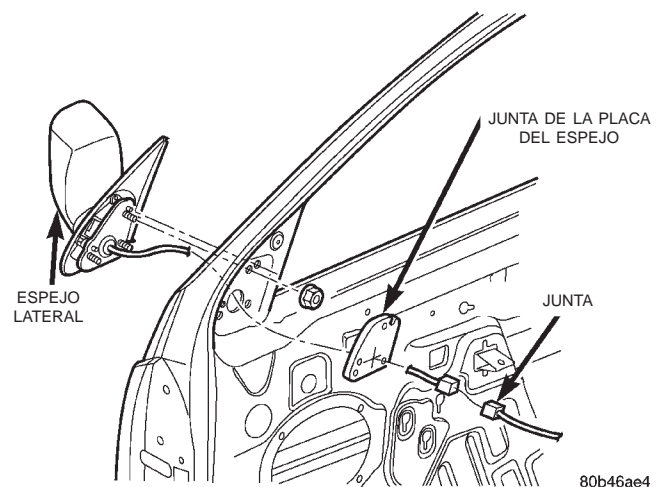

Fig. 2 Desmontaje e instalación del espejo eléctrico
(1) Desconecte y aisle el cable negativo de la batería.
(2) Retire el panel tapizado de la puerta delantera. Para obtener mayor información sobre los procedimientos, consulte **Panel tapizado de puerta delantera** en la sección Desmontaje e instalación del grupo 23 - Carrocería.
(3) Desenchufe el conector del mazo de cables del espejo eléctrico del conector del mazo de cables de la puerta (Fig. 2).